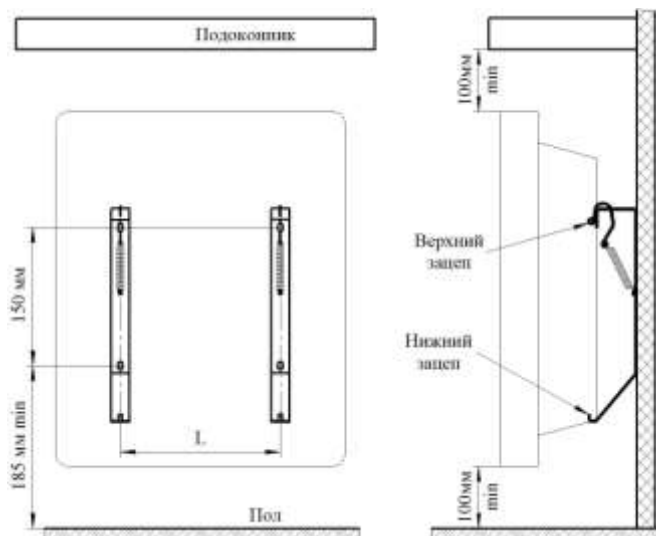

Рис. 3
5.5 Совместите прямоугольные отверстия на задней стенке конвектора с верхними зацепами кронштейнов (рис. 3) и наденьте конвектор на зацепы.